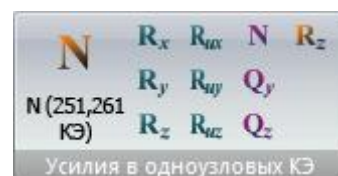

Рис.63. Панель Усилия в одноузловых КЭ
- **Усилия в одноузловых КЭ** (рис.63) – отображение усилий в одноузловых элементах расчетной схемы
Панель **Инструменты** (рис.63) содержит следующие команды: